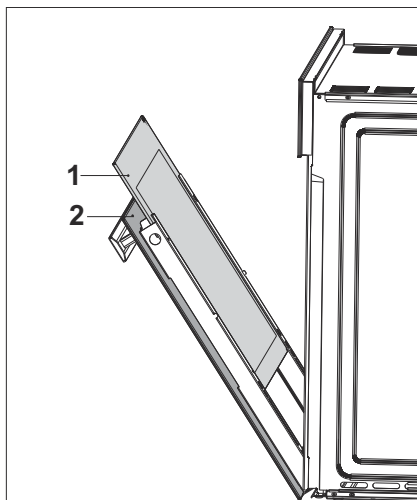

Fig. 30
- Retire el vidrio interno del aparato para limpiarlo (Fig. 30).